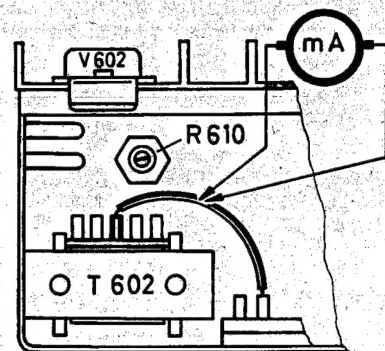

Fig. 32
- In die gemeinsame Kollektorleitung beider Endtransistoren, d. i. Mittelanzapfung (Farbpunkt) der Primärwicklung des Ausgangstrafos T 602, ein Milliampere-meter (Multavi V, Ri = 2  $\Omega$  bei 150 mA) schalten (Fig. 32).
- Ruhestrom ca. 1 Minute nach Einschalten des Gerätes mit Einstellregler R 610 (Fig. 32) auf 85 mA  $\pm$  20 mA bei einer Batteriespannung von 6 V  $\pm$  0,1 V, gemessen hinter der Transistorensicherung im Transistorteil, einstellen.
- Connect milliammeter (Multavi V, Ri = 2  $\Omega$  at 150 mA) to the combined collector lead of both output transistors, i. e. to the centre tap (colour point) of the primary winding of output transformer T 602 (fig. 32).
- Approx. 1 minute after switching on set, set rest current via adjuster R 610 (fig. 32) to 85 mA  $\pm$  20 mA at a battery voltage of 6 V  $\pm$  0.1 V, measured behind the transistor fuse in transistor unit.